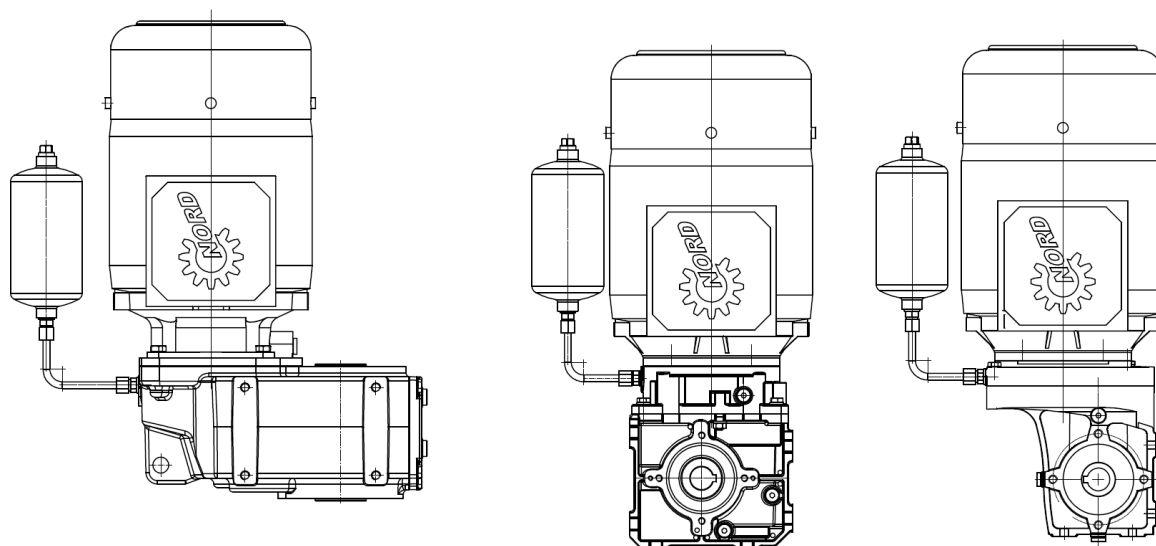

Abbildung 19: Position des Ölausgleichsbehälters
Der Ölausgleichsbehälter muss senkrecht mit der Anschlussleitung nach unten und der Entlüftungsschraube nach oben montiert werden. Der Behälter ist möglichst hoch anzubauen. Vorschläge für die Position des Ölausgleichsbehälters siehe Abbildung 19. Beachten Sie, dass bei Bauform M4 mit Klemmkastenlage in Position 2 eine Montage des Ölausgleichsbehälters nicht möglich ist.
2. Montieren Sie den Ölausgleichsbehälter gemäß Abbildung 19. Richten Sie ihn dabei parallel zu Motorwelle aus.